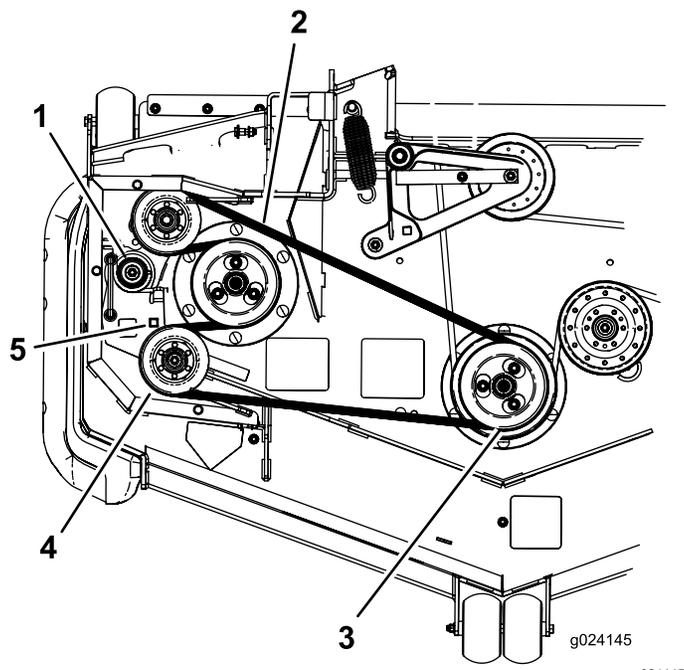

Figura 97
8. Retire la correa de la polea de la carcasa de corte (Figura 97).
9. Retire la correa de las poleas restantes (Figura 97).
11. Utilizando la llave de carraca en el taladro cuadrado, alivie la tensión del muelle y coloque la correa nueva alrededor de la polea tensora (Figura 97).
7. Utilice una llave de carraca en el taladro cuadrado del brazo tensor para aliviar la tensión del muelle tensor (Figura 97).